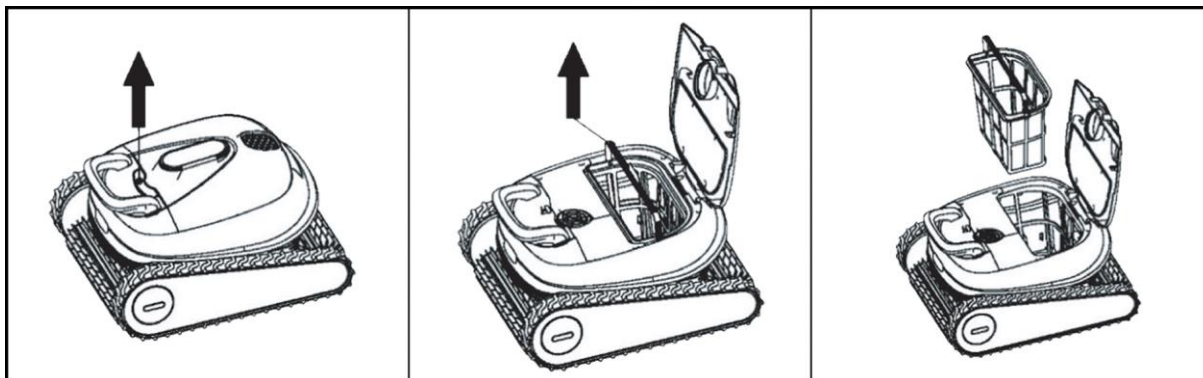

Fig. 5
- Aprire il coperchio e rimuovere il cestello filtrante (Fig. 5).